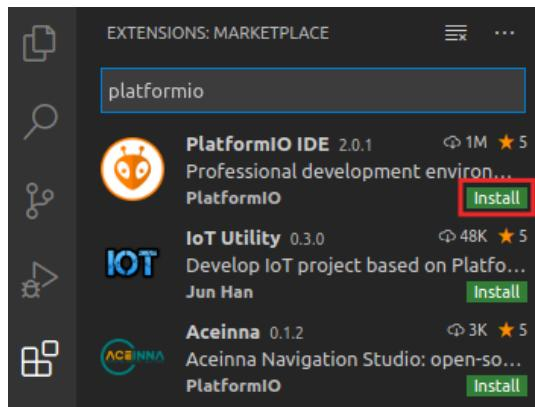

图31. PlatformIO IDE扩展
- 在搜索框中输入PlatformIO，然后单击PlatformIO IDE旁边的“Install”（安装）按钮进行安装（参见图31）。